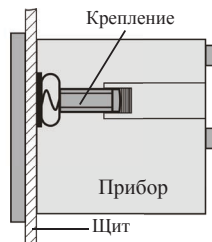

Рис. 2 – Установка прибора
3. Закрепите прибор в щите с помощью двух креплений (входят в комплектацию прибора) таким образом, чтобы щит оказался между передней панелью и креплением, см. рис. 2.